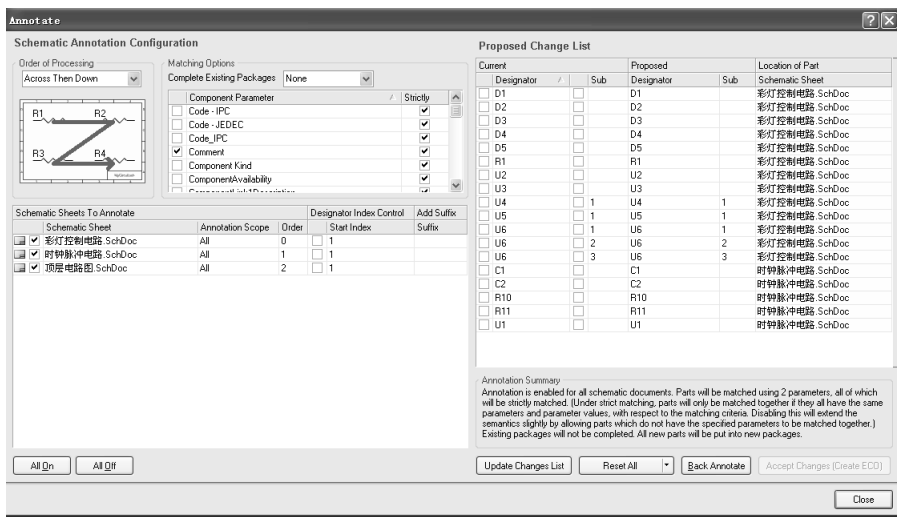

图 2.6.6 “Annotate（注释）”对话框
(1) 执行“Tools（工具）”“Annotate Schematics（注释原理图）”命令，将弹出“Annotate（注释）”对话框，如图 2.6.6 所示。
(2) 选择编排方法。对话框左上角的“Order of Processing（处理顺序）”下拉列表中提供了 4